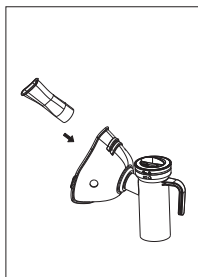

Рисунок 6.
- Присоедините мундштук или маску к патрубку чашки ингалятора. (Рисунок 6).